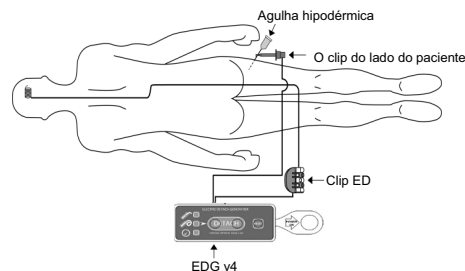

Figura 4. Desenho esquemático das ligações dos cabos do ED COIL, do EDG v4 e da agulha hipodérmica colocada no paciente
5. Se a luz vermelha não se apagar e a luz verde não se acender no EDG v4 mesmo se a extremidade distal do marcador radiopaco do empurrador atingir o segundo marcador (extremidade proximal) do micro-cateter, sob a fluoroscopia de raios X, verifique cada ligação apresentada na Figura 4. Se não se verificarem anormalidades em nenhuma das ligações, substitua este ED COIL por um novo.
O clip do lado do paciente (preto) do EDG v4 deve ligar-se à agulha hipodérmica (fabricada em aço inoxidável sem revestimento de resina, medida 20-22) colocada pelo menos a 10 mm de profundidade na coxa ou virilha. (Figura 4)
O clip ED (branco/laranja) do EDG v4 deve ligar-se à extremidade proximal do empurrador do ED COIL. (Figura 4)